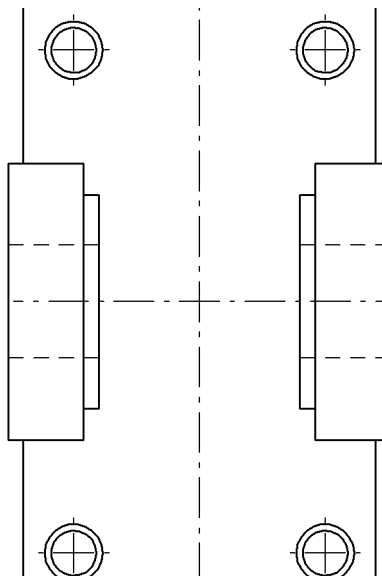

Рис. 51.92.
6. Завершите работу команды **Усечь кривую 2 точками** и снимите выделение с объектов (рис. 51.92).